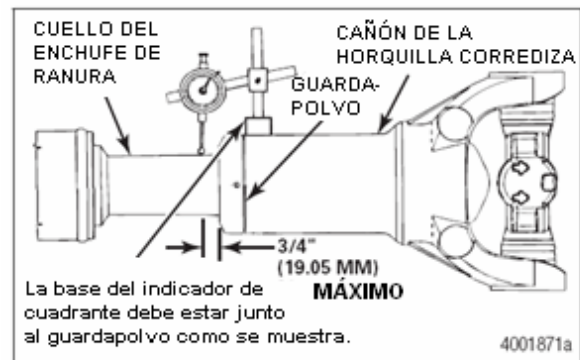

Figura 4.13
2. Monte firmemente un indicador de carátula con una base magnética sobre el cañón de la horquilla de deslizamiento que está junto al guardapolvo. Figura 4.13 No es deseable que el indicador de carátula se mueva cuando esté revisando la horquilla de deslizamiento para encontrar holgura, de lo contrario la medición no será correcta.
3. Extienda el brazo del indicador de carátula de la base, de manera que éste contacte el cuello del enchufe de la ranura dentro de $\frac{3}{4}$ de pulgada (19.05mm) del guardapolvo. Figura 4.13